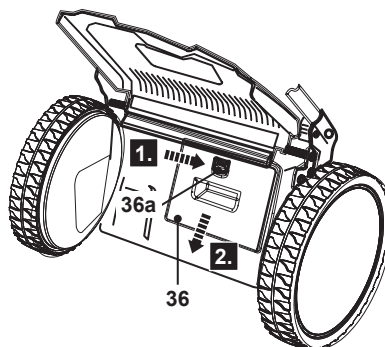

Fig. 20
2. Presser le loquet (36a) et le maintenir, puis retirer l'insert de mulching (36) de la goulotte d'éjection arrière (34) (Fig. 20).